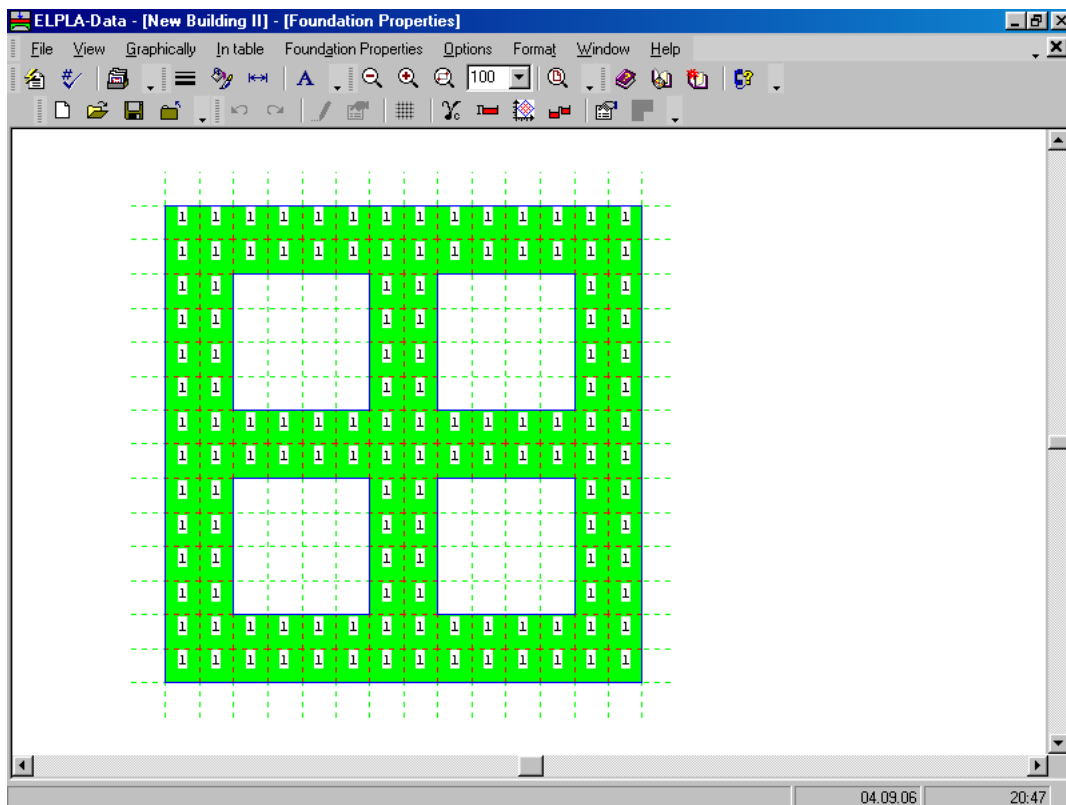
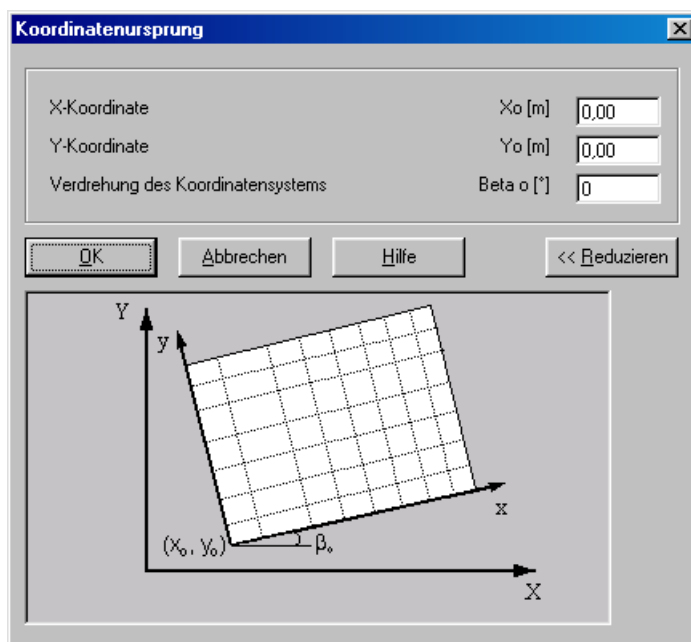

Bild 9-33 Eingebettetes Programm "Eigenschaften des Fundaments"
Bild 9-34 Dialogfeld "Koordinatenursprung"
- Wählen Sie "Eigenschaften des Fundaments" aus dem "Daten"-Menü des *ELPLA-Daten*-Fensters. Das folgende eingebettete Programm im Bild 9-33 erscheint
- Wählen Sie "Koordinatenursprung" aus dem Menü "über Tabelle" im Fenster von Bild 9-33. Das folgende Dialogfeld im Bild 9-34 erscheint
- Wählen Sie "Eigenschaften des Fundaments speichern" aus dem "Datei"-Menü im Bild 9-33, um die Eigenschaften des Fundaments zu speichern